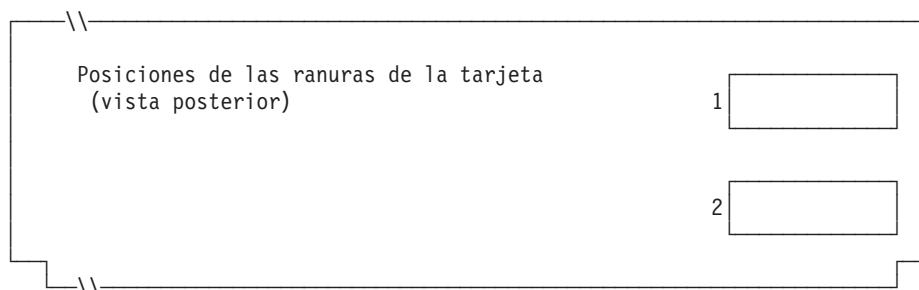

Figura 112. Parte posterior del Controlador/Terminal IBM 4694-2x7
4. En la Figura 112 marque con una X cada ranura de tarjeta que tenga instalado un Adaptador Asíncrono Dual **para que lo utilicen las aplicaciones de terminal**. No ponga ninguna X si la tarjeta va a ser utilizada por aplicaciones distintas a las de terminal.